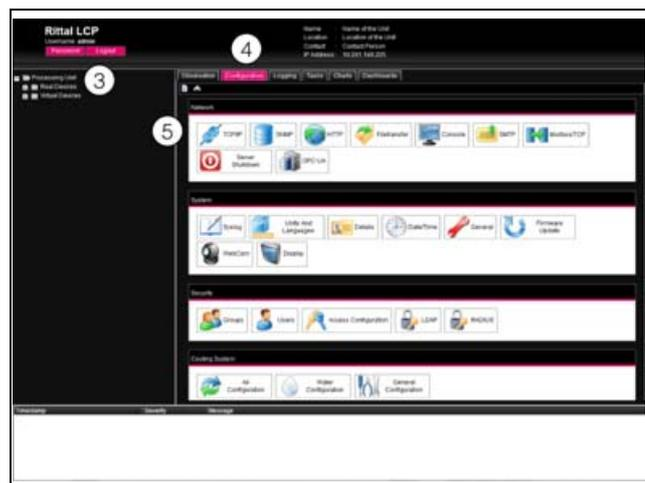

Abb. 55: Anpassen der TCP/IP-Einstellungen
Es erscheint das Übersichtsfenster des Geräts (Abb. 55).
- Klicken Sie im linken Teilbereich des Übersichtsfensters (Navigationsbereich) auf den Eintrag **Processing Unit** (Abb. 55, Pos. 3) und im rechten Teilbereich (Konfigurationsbereich) auf die Registerkarte **Configuration** (Abb. 55, Pos. 4).
- Klicken Sie im Gruppenrahmen **Network** auf die Schaltfläche **TCP/IP** (Abb. 55, Pos. 5).